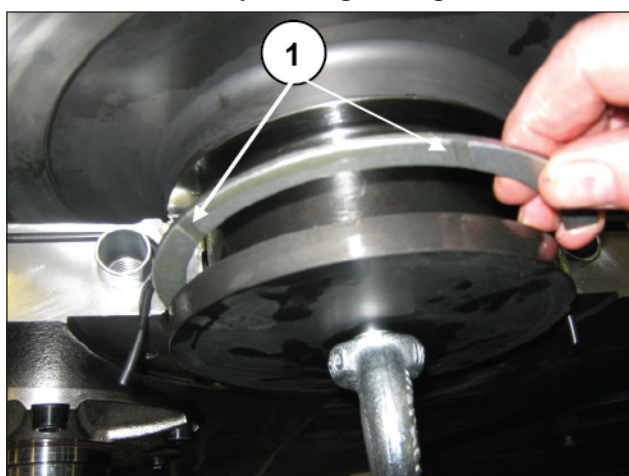

Fig. 101
Os anéis do ombro devem ser montados, tendo que se certificar da posição das descargas do plano para os ombros internos e externos do eixo de manivela (pos. ①, Fig. 99 e Fig. 101).